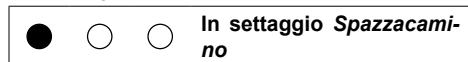

Figura 9.10
- Per settare la funzione spazzacamino le spie di segnalazione 3 devono essere visualizzate come in Figura 9.10 (legenda spie Figura 9.8)